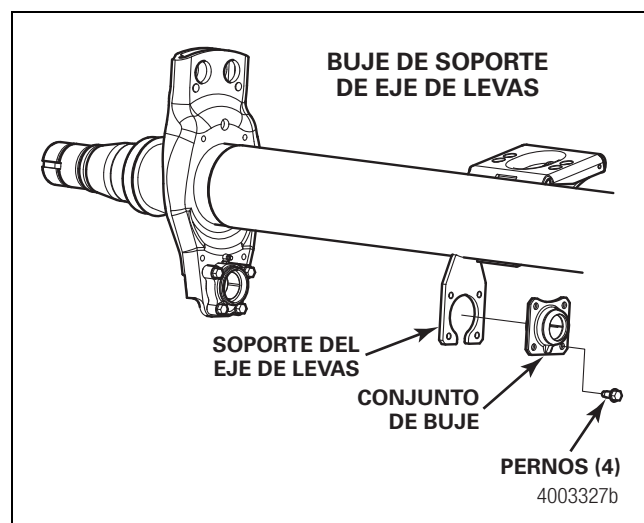

Figura 11.30
Para cambiar el buje en el extremo de la holgura de la leva, retire y cambie los cuatro pernos y asegúrese de apretarlos a 25-35 lb-pie (34-48 N•m). Figura 11.30. ①